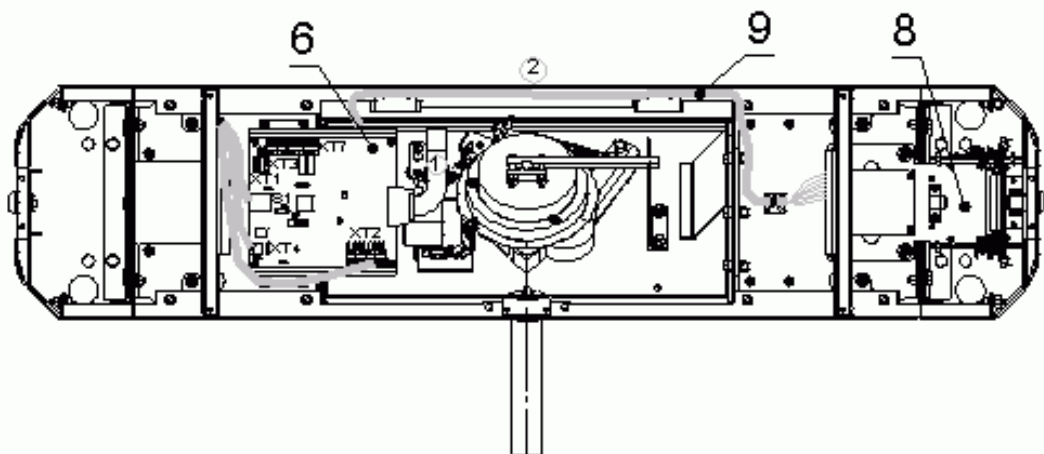

Рисунок 7 — Схема прокладки кабелей в стойке КТС01.3:
Для переустановки механизма картоприемника (8, рис.7) на противоположную сторону, т.е. на сторону считывателя А3 (см. рис.7), необходимо выполнить следующие действия:
- снимите крышку (3) в порядке, указанном в разделе 6.1;
- извлеките контейнер картоприемника (12), открыв замок (13);
- извлеките заглушку (14) с противоположной стороны, открыв замок (15);
- демонтируйте торцовые крышки (9, 10); каждая крышка крепится двумя винтами М4х16 и двумя шурупами $\varnothing 4,2 \times 19$ снизу со стороны контейнера (12) или заглушки (14); кабели считывателей, находящихся внутри торцовых крышек, от платы контроллера (6, рис.7) не отсоединяйте;
- демонтируйте заглушку (11) из торцовой крышки (9) и установите ее в торцовую крышку (10); заглушка крепится двумя шурупами $\varnothing 2,9 \times 9,5$;
- отсоедините кабель картоприемника (9, рис.7) от платы картоприемника А1;
- подсоедините кабель картоприемника (9, рис.7) к плате картоприемника согласно схеме рис.А.1 (см. приложение А) и рис.3.2;
- установите в рабочее положение контейнер картоприемника (12) со стороны механизма картоприемника, а заглушку (14) — с противоположной стороны;
- установите крышку (3) в рабочее положение (см. раздел 6.1)